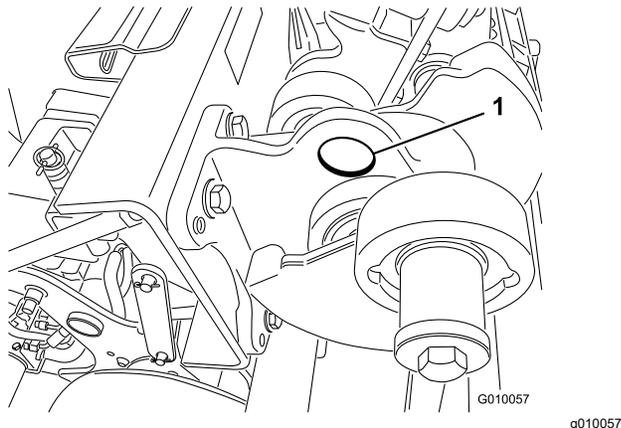

Figure 39
**Remarque:** Si possible, utilisez un pont élévateur pour soulever l'arrière de la machine. Utilisez les œillets dans les logements de roulements de la tête d'aération comme points de levage (Figure 39).